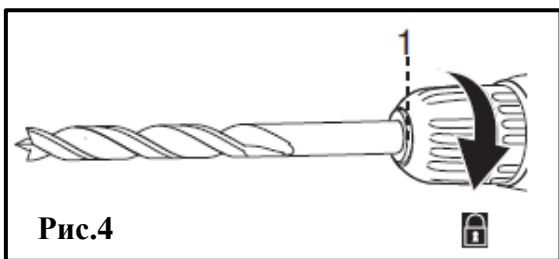

Рис.4
Удерживайте бесключевой патрон (3) в одном положении и поверните корпус патрона (2) по часовой стрелке до тех пор, пока бита или сверло надежно не зафиксируется кулачками патрона (1) (Рис. 4).